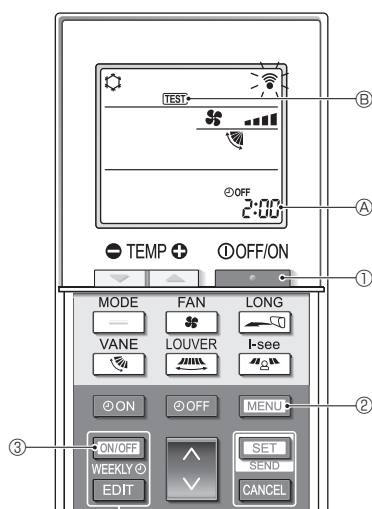
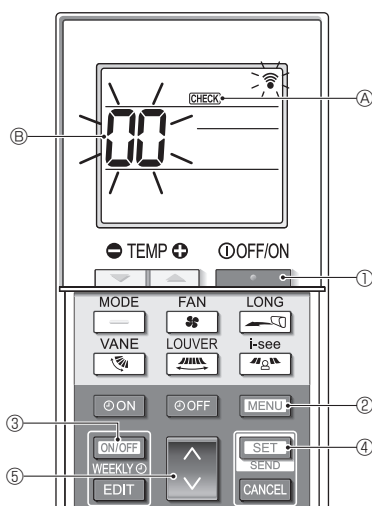

Fig. 7-5
Fig. 7-6
■ Prueba de funcionamiento (Fig. 7-5)
- Pulse el botón **[ON/OFF]** ① para detener el acondicionador de aire.
- Si el temporizador semanal está activado (se muestra **WEEKLY**), pulse el botón **[ON/OFF WEEKLY]** ③ para desactivarlo (no se muestra **WEEKLY**).
- Pulse el botón **[MENU]** ② durante 5 segundos.
- Pulse el botón **[MENU]** ②.
- Se muestra **TEST** ⑥ y la unidad entra en el modo de prueba de funcionamiento.
- Pulse el botón **[ON/OFF]** ① para detener la prueba de funcionamiento.
■ Autocomprobación (Fig. 7-6)
- Se muestra **CHECK** ④ y la unidad entra en el modo de autocomprobación.
- Pulse el botón **[MODE]** ⑤ para seleccionar la dirección del refrigerante (dirección M-NET) ⑥ de la unidad interior para la que desea realizar la autocomprobación.
- Pulse el botón **[SET]** ④.
- Pulse el botón **[ON/OFF]** ①.
- CHECK** ④ y la dirección del refrigerante (dirección M-NET) ⑥ se apagan y se completa la autocomprobación.